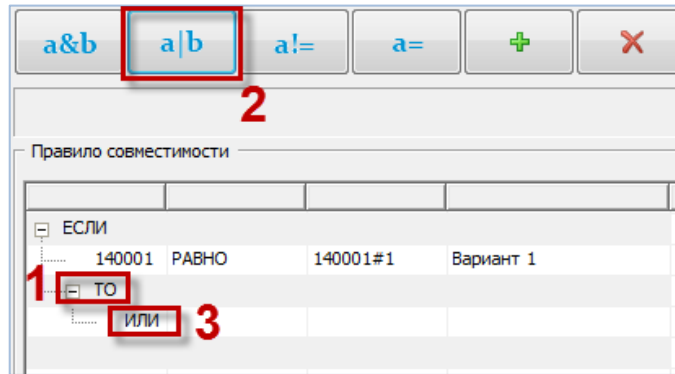

Рис. 13-53 – Добавление оператора «ИЛИ»
9) В таблице «Правило совместимости» выделить оператор «ТО» (1 на рис. 13-53).
10) Нажать кнопку «Операция «ИЛИ» панели инструментов (2 на рис. 13-53).
11) В таблице «Правило совместимости» выделить оператор «ИЛИ» (3 на рис. 13-53).